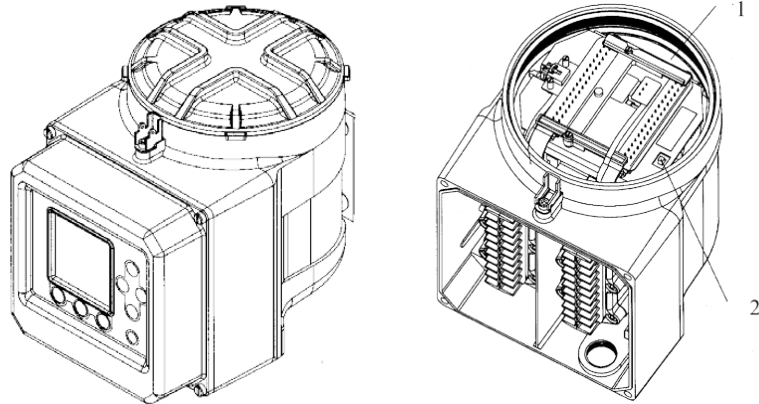

Figure 6 Transmitter 3700; 1: Circuit board compartment, 2: Security switch, enabled when toggle is toward mounting bracket |
- for Altus model 3700 field-mount transmitter, the security switch, located on the back panel under the rotary cover, is enabled by toggling it toward the mounting bracket. For switch location see **Figure 6**
- Pour le transmetteur Altus 3700 monté sur place, le commutateur de sécurité, sur le panneau arrière du couvercle rotatif, est activé lorsqu'il est basculé en direction du support de montage. Voir emplacement du commutateur à la **Figure 6**